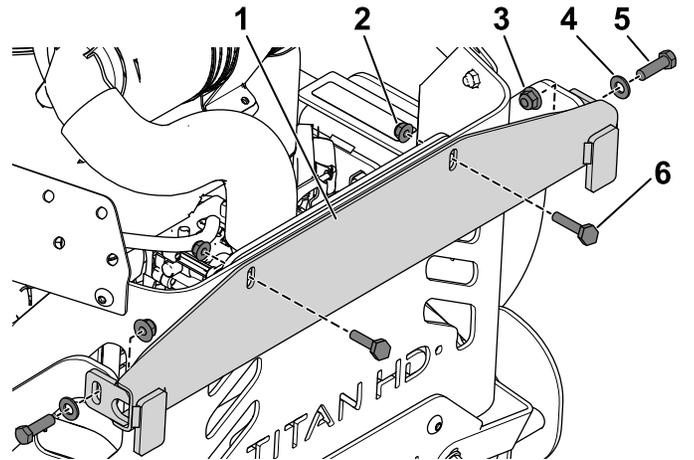

Bild 16
- Befestigen Sie die zwei Schrauben (⅜" x 1¼"), die Scheiben und Bundmuttern lose, um die Querstrebe an der Stützhalterung zu halten (Bild 16).
- Befestigen Sie die Schrauben (5/16" x 1¼") und Bundmuttern (5/16"), um die Querstrebe an der hinteren Schutzvorrichtung zu halten (Bild 16).